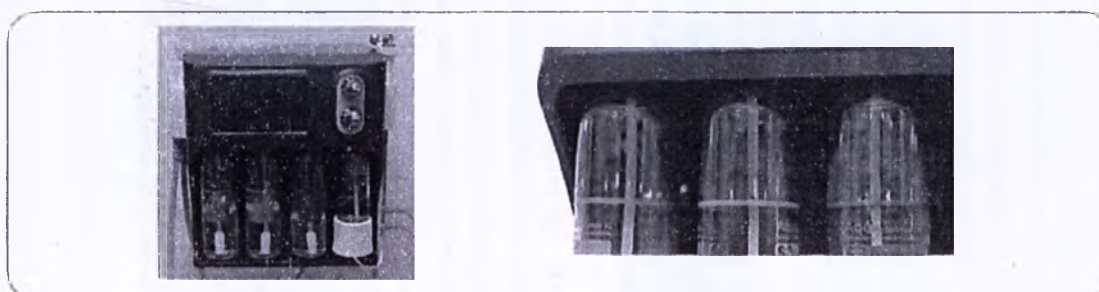

Рисунок 28 – Флаконы с раствором в основном блоке
- 11) Флаконы заполните растворами 1, 2, 3 и установите по порядку слева направо на основном блоке, закрутив их против часовой стрелки (Рисунок 28).